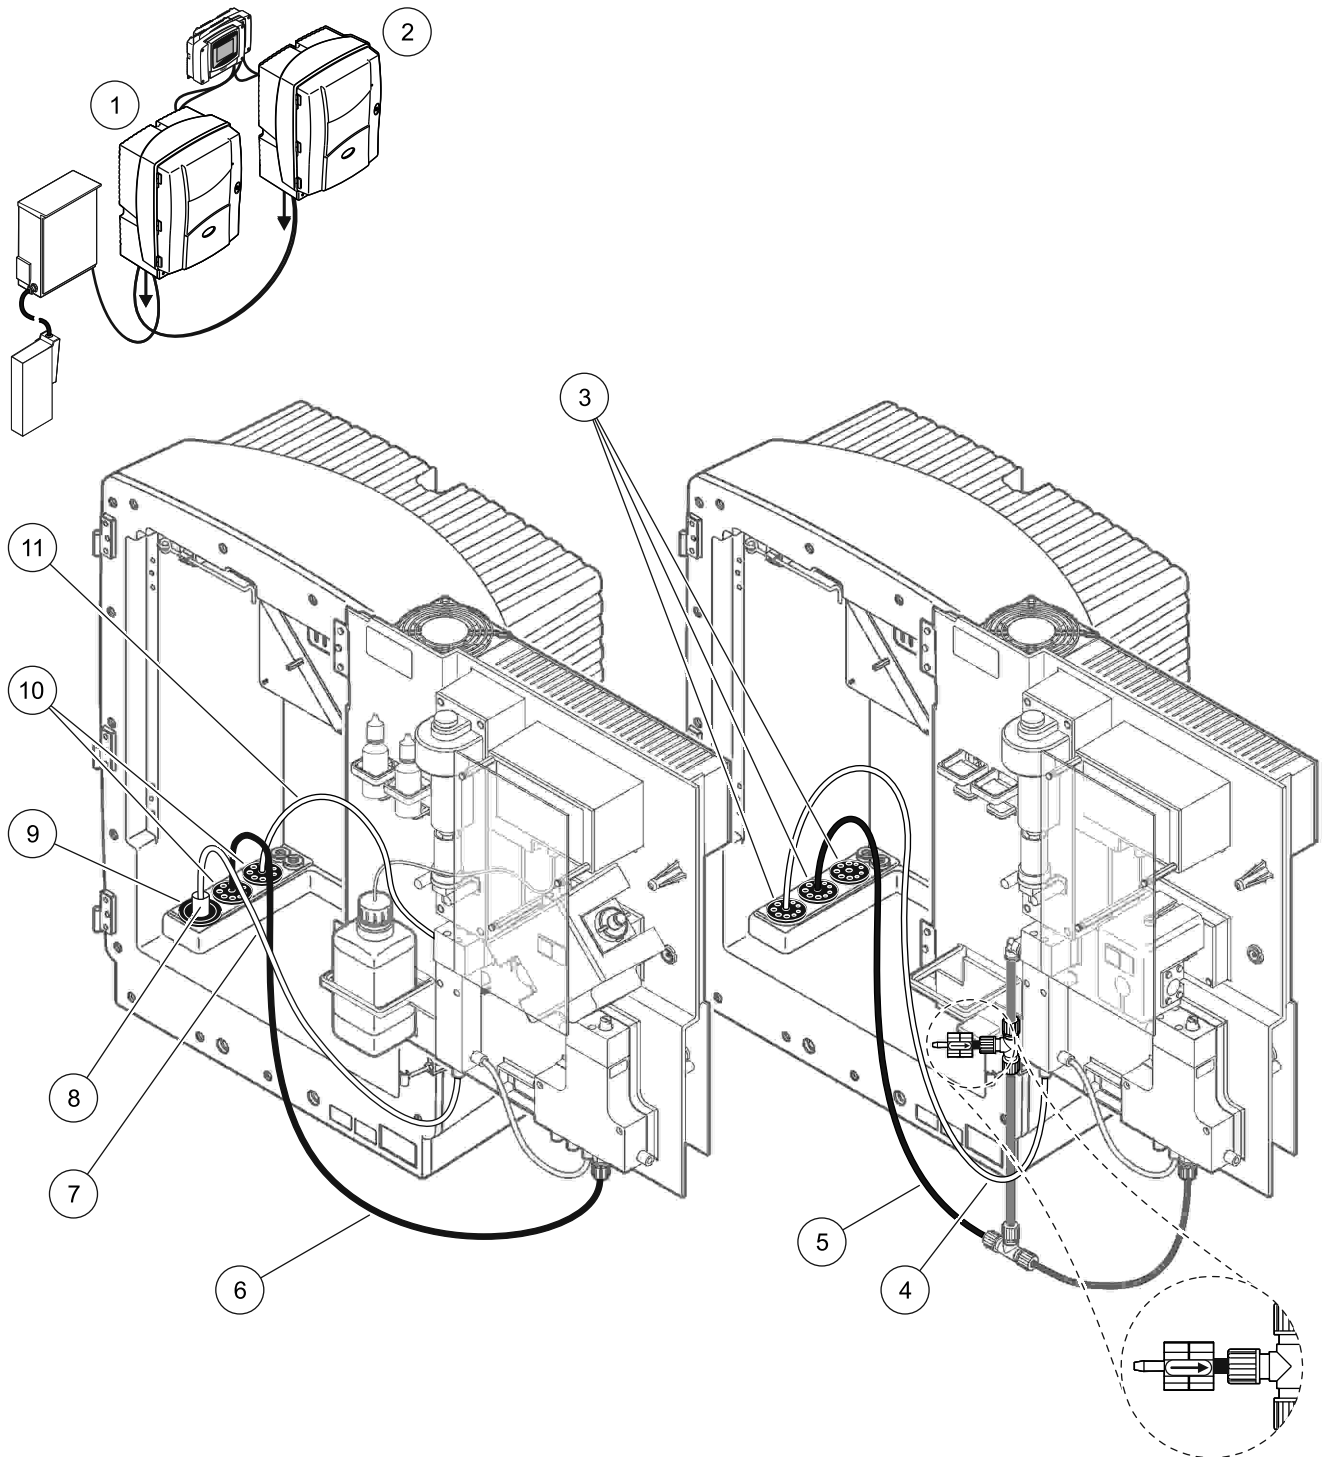

Figura 37 Configuração da Opção 8b
Consulte Figura 37 na página 103 e as instruções a seguir, relativas à Opção 8b:
- a. Passe a mangueira aquecida do FILTRAX pela abertura do analisador (Figura 37 na página 103, item 8). Use o Plugue de vedação No. 1 para prendê-la.
- b. Passe o tubo do dreno pela abertura do analisador (item 6) até um dreno aberto abaixo do Analisador 1. Use o Plugue de vedação No. 3 para prendê-lo.
- e. Passe o tubo do receptáculo de transbordamento (item 11) pelo Analisador 1 até o Analisador 2. Use o Plugue de vedação No. 3 para prendê-lo.
- g. Conecte o tubo do dreno ao conector do bloco de válvula (item 6).
- h. Conecte a linha de amostra do FILTRAX à entrada inferior no receptáculo de transbordamento usando os adaptadores (item 7).
- a. Passe a linha de amostra do Analisador 1 pelo Analisador 2 (item 4). Use o Plugue de vedação No. 3 para prendê-la.